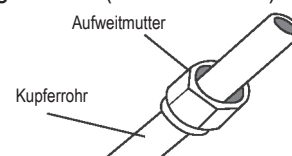

Abb. 6.3
3. Platzieren Sie Aufweitmutter an beiden Enden des Rohrs. Sorgen Sie dafür, dass sie in die richtige Richtung zeigen, denn nach der Bördelung können Sie sie weder platzieren noch ihre Richtung ändern. (Siehe Abb. 6.3)